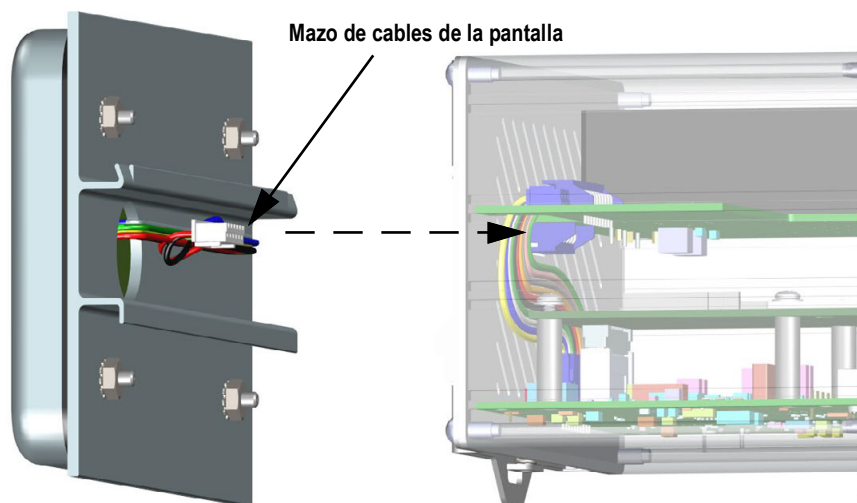

Figura 2-7. Conexión del mazo de cables de la pantalla
4. Desconecte el mazo de cables de la pantalla que se muestra en la Figura 2-7.